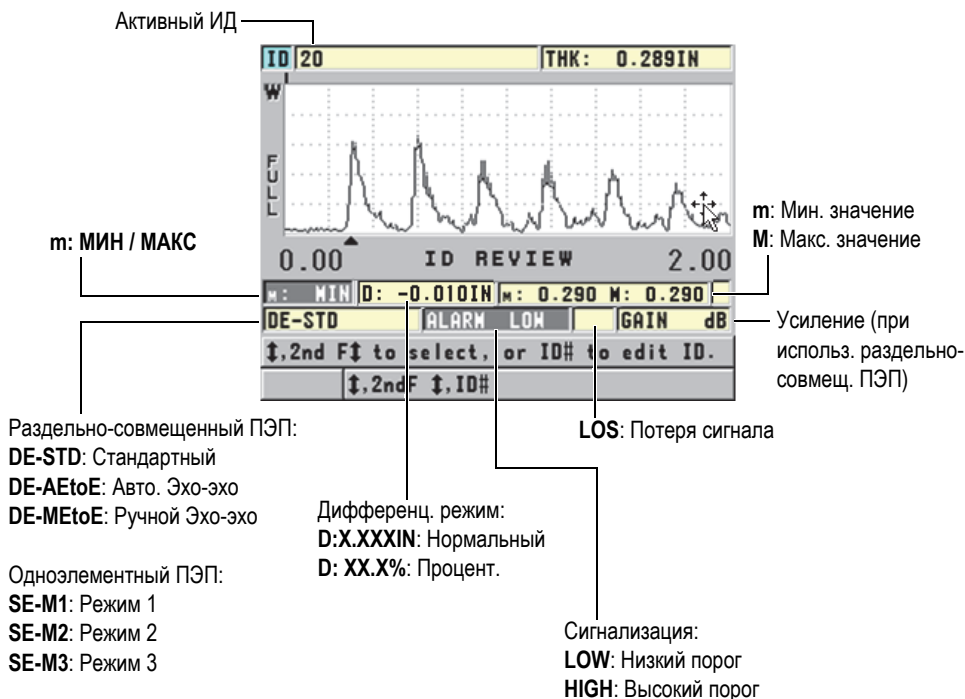

Рис. 6-36 Содержимое экрана просмотра ИД
На Рис. 6-36 на стр. 133 показан пример экрана просмотра ИД и краткое описание его содержимого. Область, расположенная ниже А-скана, предназначена для маркеров состояния, объясняющих значения отображенных на экране данных толщины. Индикаторы состояния представляют собой буквенные аббревиатуры, состоящие из первых букв составляющих слов (см. «Средства коммуникации и передача данных» на стр. 205).
3. На экране просмотра ИД (см. Рис. 6-36 на стр. 133) выполните следующие шаги: